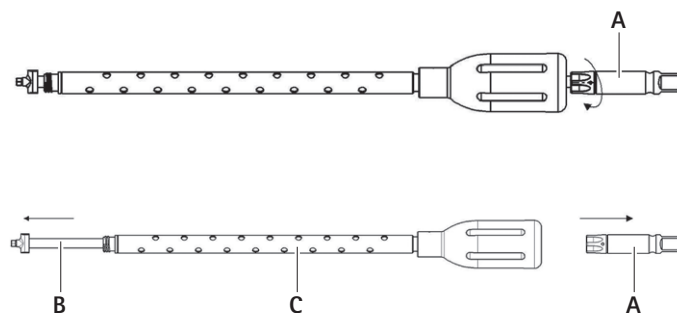

Fig. 12 Démontage du tournevis fileté
6.5 Tournevis fileté TH S⁴ Cervical (12)
- Faire coulisser la tige du tournevis B à travers l'ensemble poignée-douille C, voir Fig. 12.